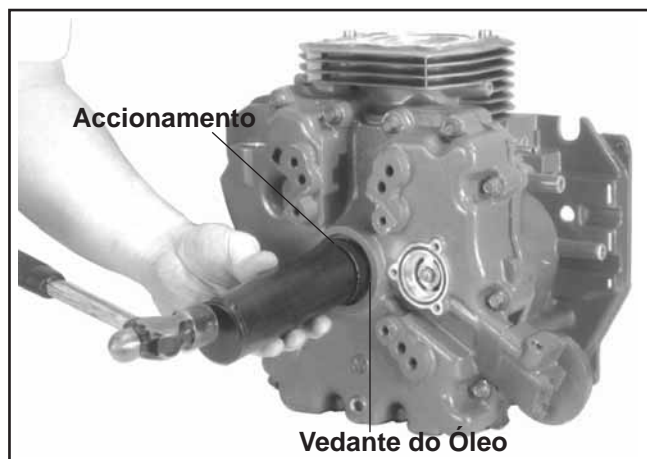

Figura 11-23. Instalar Vedantes do Óleo.
2. Utilize um controlador de vedante, instale a tomada de força e os vedantes do óleo da extremidade do volante do motor. Consulte a Figura 11-23.